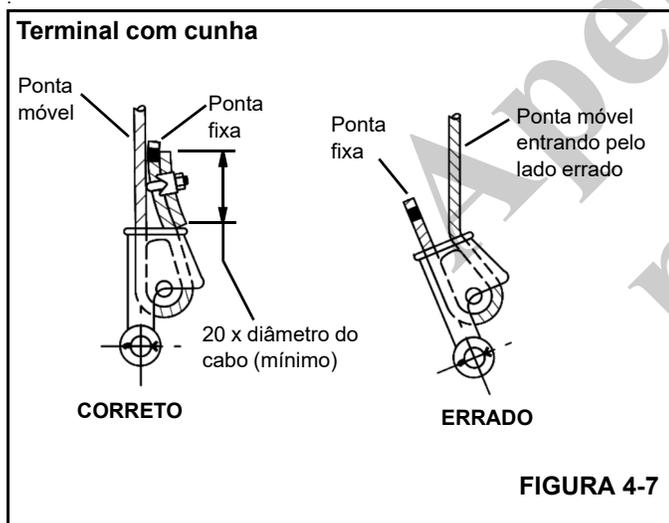

FIGURA 4-7
8. Conecte o terminal com cunha à extremidade livre do cabo, como mostrado na Figura 4-7. Se estiver usando um terminador com cunha, consulte a Figura 4-6.
O NBT30H-2 é fornecido com um terminal com cunha terminador que é o tipo de terminal preferido pela National Crane (Figura 4-6). Outras configurações de terminais com cunha são mostradas na Figura 4-7.
3. Certifique-se de que a extremidade móvel do cabo (Figura 4-7) fique diretamente alinhada às orelhas do terminal e ao sentido da tração a que o cabo será submetido. Se o cabo for incorretamente carregado no terminal, sob uma carga, o cabo dobrará conforme sai do terminal e a borda do terminal se desgastará no cabo causando danos ao cabo e falhas eventuais.
4. Insira a extremidade do cabo de aço no terminal, forme um laço no cabo e passe-o de volta através do terminal deixando que a ponta fixa (Figura 4-7) sobressaia do terminal. Verifique se a ponta fixa do cabo tenha comprimento suficiente para que seja possível aplicar o tratamento da extremidade à ponta fixa após a cunha ter sido assentada.